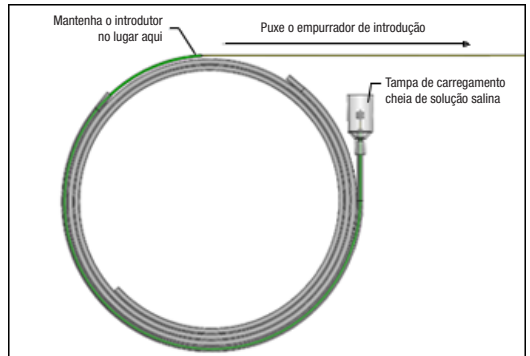

Figura 5 — Puxe o empurrador de introdução no sentido proximal para retraindo o implante
- Com uma mão a segurar o introdutor verde, agarre no empurrador de introdução e puxe suavemente no sentido proximal para começar a retraindo o implante (veja a Figura 5).